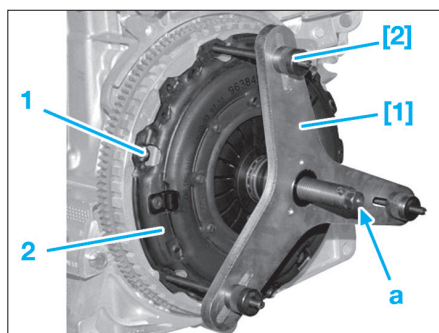

FIG. 4
- Mettre en place les outils [1] et [2] (Fig.4).
- Reposer les vis (1).
- Détendre le mécanisme d'embrayage (2) en agissant sur la vis centrale (a).
- Reposer les vis manquantes (1).